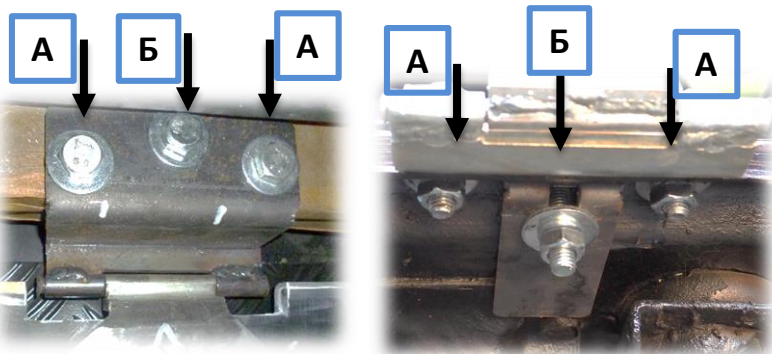

Рис.7
9. Сдвинуть петли максимально вперед (по ходу движения а/м) и закрепить с шайбами и гроверами в местах А болтами М10х50 (шайбы увеличенные), в местах Б болтами М10х70 (шайбы обыкновенные), используя пластину-усилитель (рис.7).